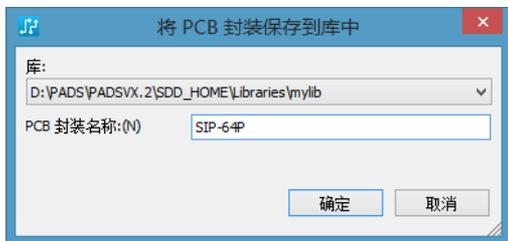

图 9-27 “将 PCB 封装保存到库中”对话框
(1) 保存新创建的封装。执行“文件” “封装另存为”命令，则弹出如图 9-27 所示的对话框。
(2) 在“将 PCB 封装保存到库中”对话框中的“库”下拉列表框中选择要将该封装保存在其中的库的路径名称；在“PCB 封装名称”文本框中输入该封装的名称“SIP-64P”，如图 9-27 所示。